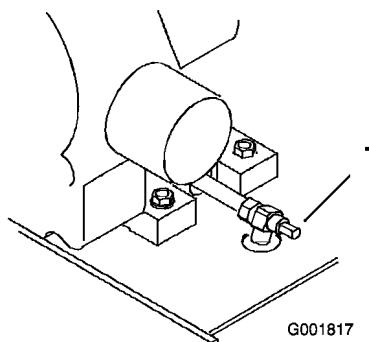

Figure 40
5. Placez un bac de vidange sous l'orifice de vidange. Tournez le robinet de vidange pour permettre à l'huile de s'écouler (Figure 40).